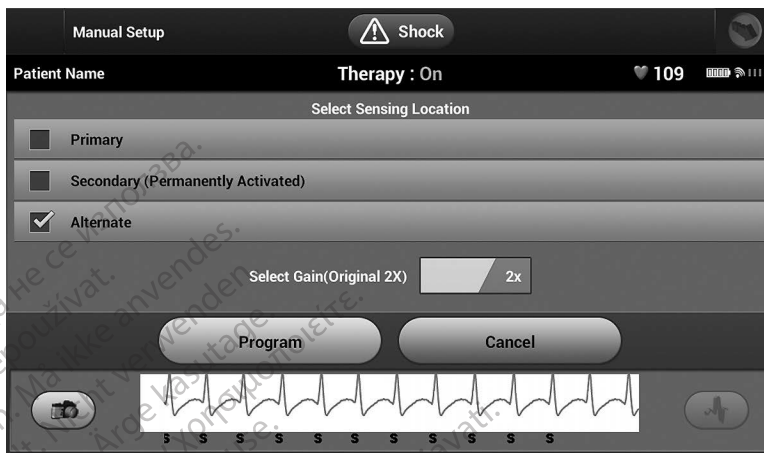

Figura 23: Ecranul instalare manuală cu vectorul de detecție și opțiunile de acumulare
4. Există trei vectori de detecție disponibili care pot fi selectați manual din ecranul Instalare manuală (Figura 23 la pagina 71):